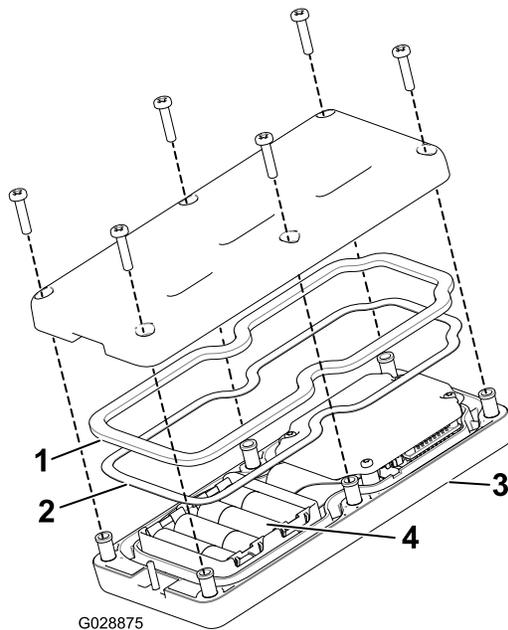

图 38
3. 从遥控器后面卸下 6 个螺钉然后取下后盖 图 38。
5. 将四节新电池逐一放入电池端子仓位注意按照正确的电池极性放置。如果放置不正确遥控器不会发生损坏但遥控器无法操作。电池端子仓位分别带有正负极标志 图 38。
6. 如果您意外拆掉了橡胶密封件和钢垫片请小心将它们放回手持遥控器的槽内 图 38。
7. 放回后盖并用先前卸下的 6 个螺丝固定 图 38 上紧螺丝扭矩至 1.51.7N·m。